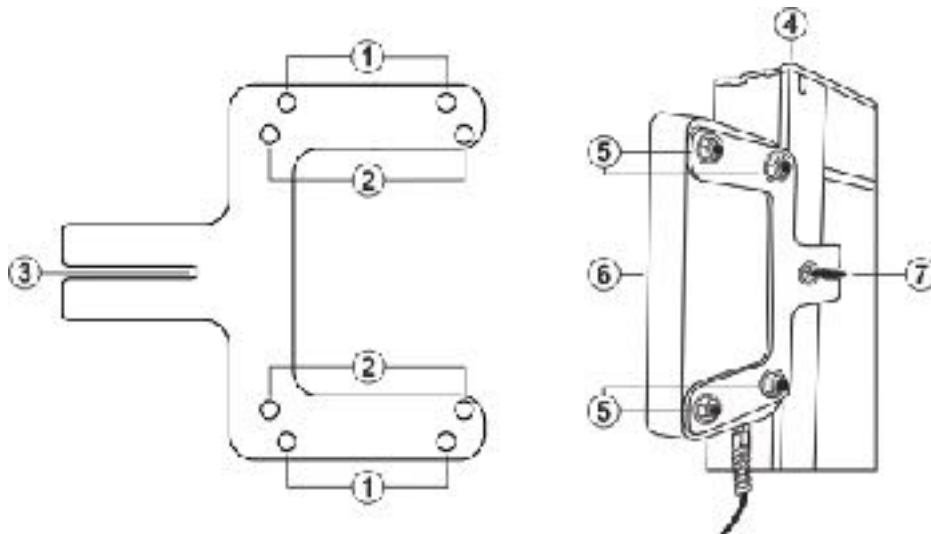

Abb. 2 Installation des Zubehörteils am Rahmen des PV-Moduls
1. Befestigen sie die mitgelieferte Halterung (siehe Abb. 2 – linke Seite zentral im Bezug auf die Achse der PV-Module (siehe Abb. 2 – rechte Seite). Die Halterung verfügt ein spezielle Schraubbefestigungssystem, das mit den Löchern auf der Rückseite des Rahmens der PV-Module kompatibel ist (siehe Abb. 2 – Teil 3).